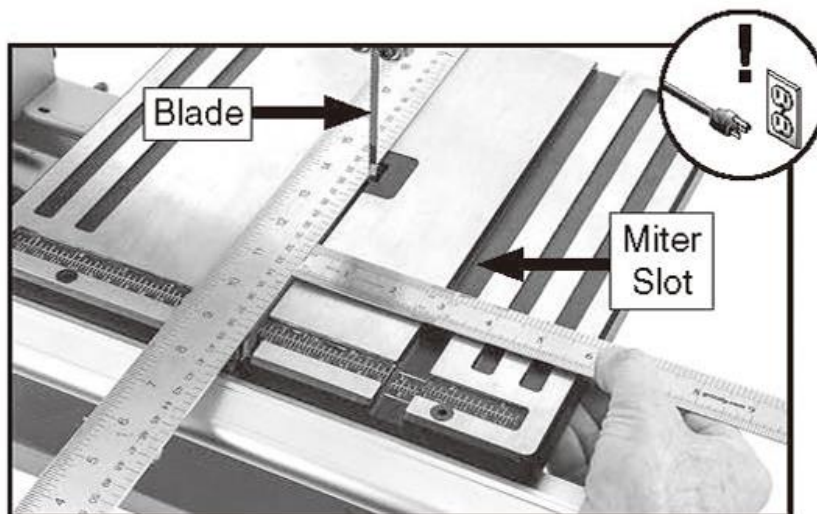

Рис. 29. Пример размещения линейки вдоль полотна и измерения до паза.
3. Расположите линейку вдоль пильного полотна так, чтобы она едва касалась передней и задней сторон лезвия, не пересекая зуб (см. рис. 29).
4. Измерьте расстояние между линейкой и пазом (см. рис. 29). Расстояние должно быть одинаковым спереди и сзади стола.